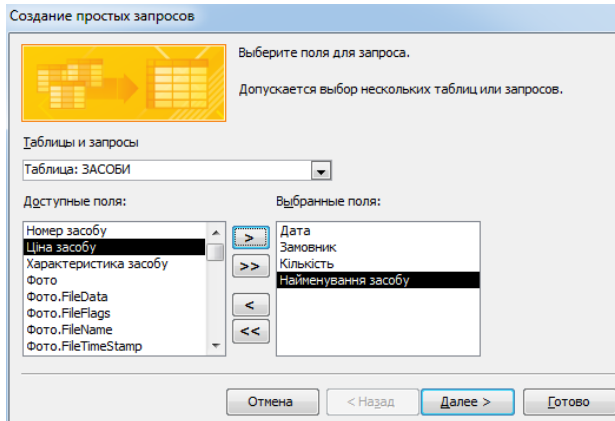

Рис. 4.27 – Вибір полів для детального запиту
4. Зі списку **Таблицы и запросы** вибрати таблицю **ЗАСОБИ**, а її поле **Найменування засобу** перемістити у список **Выбранные поля** (рис. 4.27).